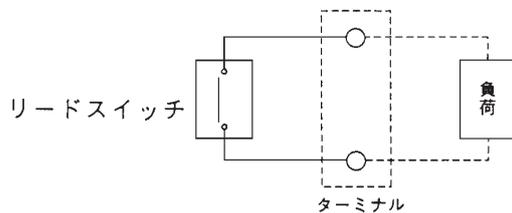

図3 リード線の結線
- (4) パネルへ取り付け後、同様に配管します。
5.6 配線(図3参照)